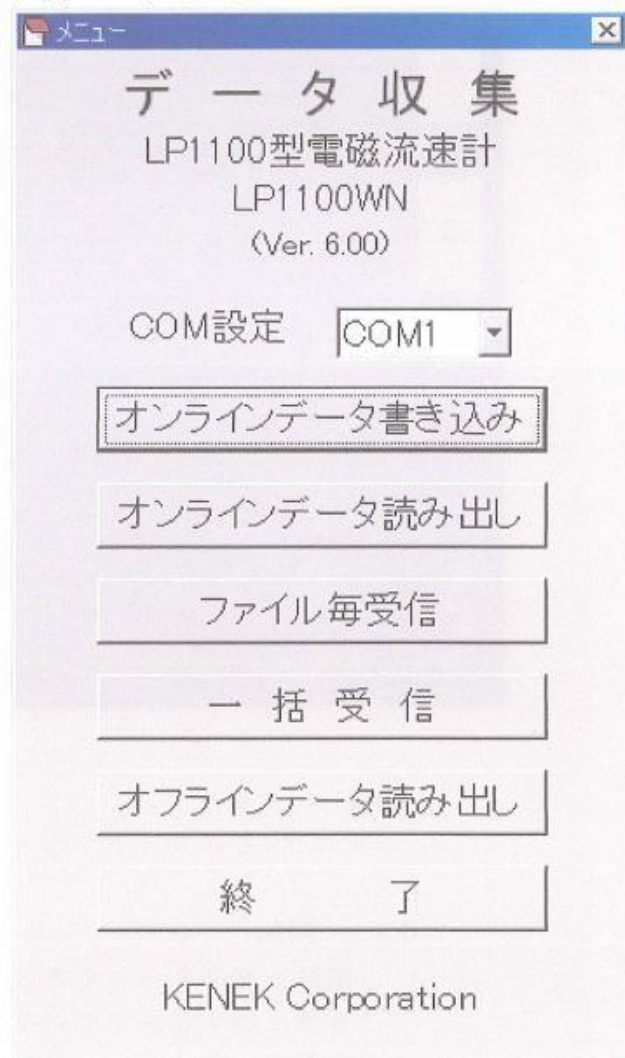
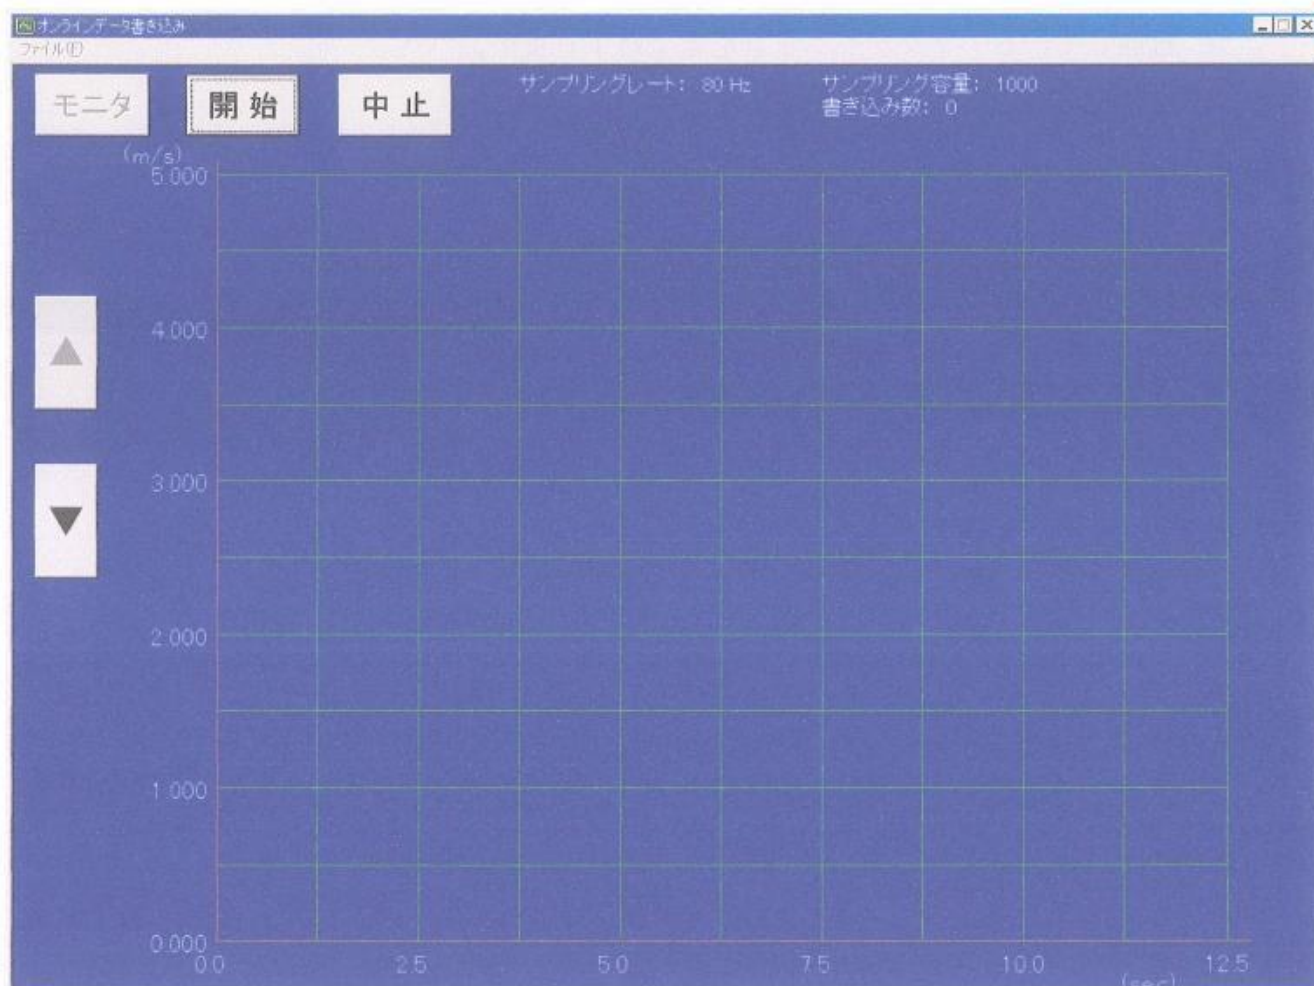

図 1
図 2
- ⑤ 「起動しているすべてのアプリケーションを終了して」と表示されますので、すべて終了していることを確認のうえ、「OK」をクリックします。
- ⑥ 角の枠に囲まれたパソコンの絵をクリックします。
- ⑦ その後はパソコン画面の指示に従って進めて下さい。
- ⑧ 「LP1100WN のセットアップが完了しました」と表示されたら、「OK」をクリックします。
- ⑨ DISK3 を取り出して終了です。
- ① LP1100 本体とパソコンの COM ポートを付属の通信ケーブルで接続します。
- ② 「スタート」、「プログラム」、「LP1100WN」、「LP1100WN」の順にクリックすると、図1のメニュー画面が表示します。
- ③はじめに「COM 設定」で、接続した COM ポートの番号に合わせて下さい。COM1～COM8 まで選択可能です。
- ④本プログラムを終了するときは、「終了」をクリックします
LP1100 本体をマニュアル測定モード(MEAS2)のマニュアルレンジ(R1~R4)の何れかにし、測定画面にします。次に図 1 の画面で「オンラインデータ書き込み」をクリックすると図 2 の画面になります。